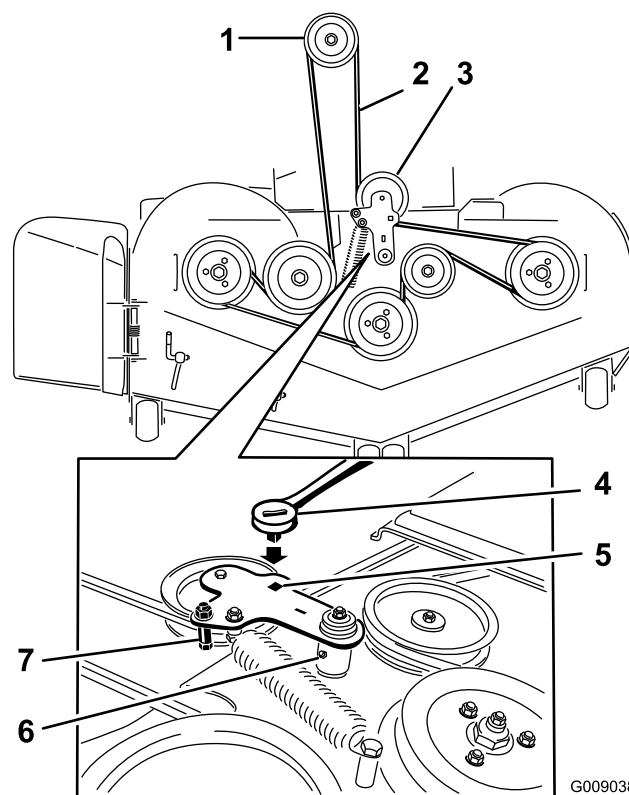

Figura 76
5. Utilice una llave de carraca en el taladro cuadrado del brazo tensor para aliviar la tensión del muelle tensor (Figura 76).
7. Instale la guía de la correa en el brazo tensor tensado con muelle indicado en Figura 76.
9. Pase la correa nueva alrededor de las poleas del cortacésped y de la polea del embrague, debajo del motor (Figura 76).
10. Instale la guía de la correa en el brazo tensor (Figura 76).
11. Utilizando la llave de carraca en el taladro cuadrado, instale el muelle tensor (Figura 76).